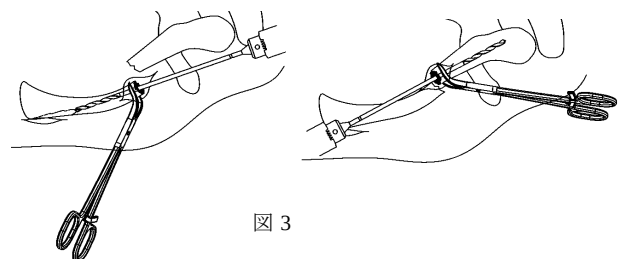

図3
- 1) 骨折部直上に皮切を加え、内側骨片及び外側骨片を骨把持鉗子で前方に引き出し、イメージインテンシファイヤー（X線透視）で確認しながら、骨折部より 2.9 ドリルにて髓腔をドリリングします。（図3）